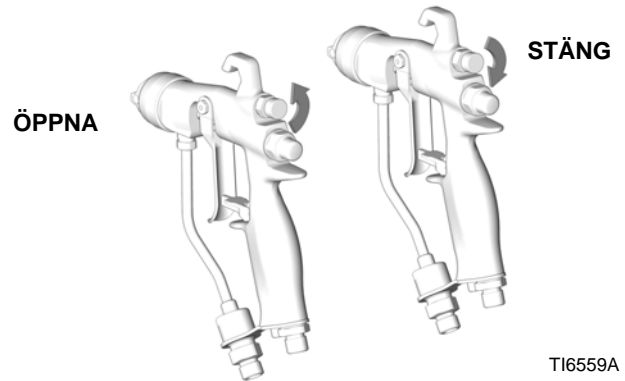

FIG. 14
4. Stäng mönsterluften genom att skruva ratten helt medurs (inåt). Se FIG. 14. Detta ställer in pistolen för bredast mönster.
*Skruva mönsterlufttratten moturs (utåt) för att få smalare mönster. Se FIG. 14. Öka lufttrycket till pistolen något eller byt munstycksstorlek om mönstret inte är smalt nog. (Finns ej till pistoler med RAC-munstycke.)*